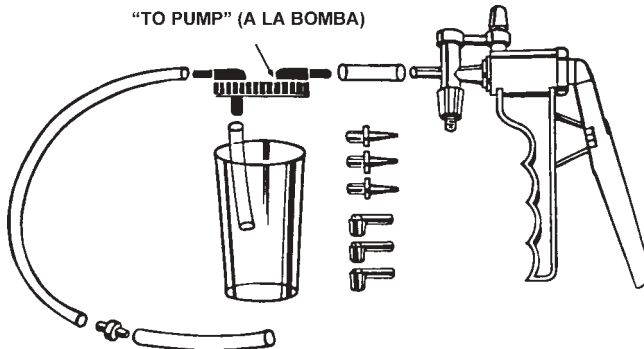

FIGURA 15: Juego de purga del freno
- 3) Introduzca deslizando 1 ½" de tubo entre la bomba y la tapa del vaso del depósito, en el orificio marcado "TO PUMP" (a la bomba) (FIGURA 15).